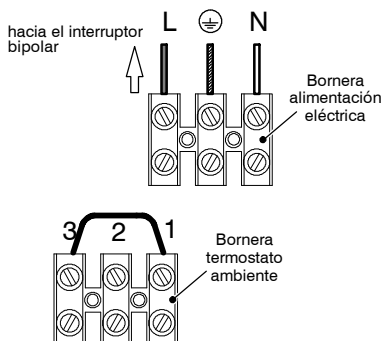

fig. 5.7
- 1 Conectar el cable de alimentación eléctrica procedente del interruptor bipolar a la bornera de alimentación eléctrica de la caldera fig. 5.7, respetando la correspondencia de la línea (hilo marrón) y del neutro (hilo azul).
Para la conexión de un termostato de ambiente a la caldera, utilizar la bornera de termostato ambiente fig. 5.7